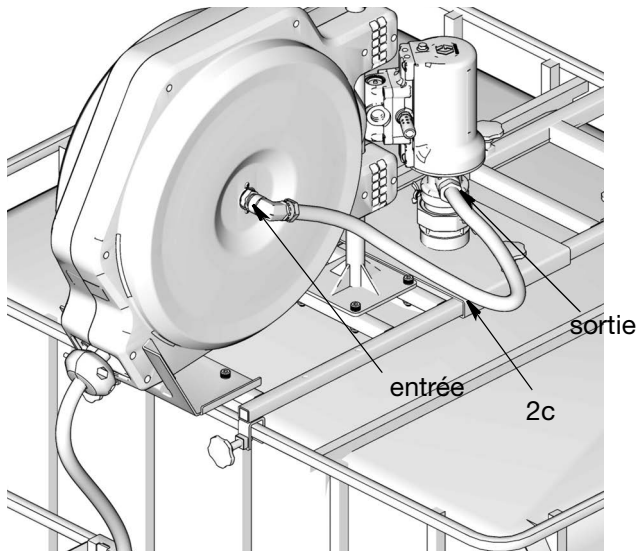

FIG. 19
- Raccorder le flexible à fluide (2c) entre la sortie de la pompe et l'entrée de l'enrouleur (FIG. 19).